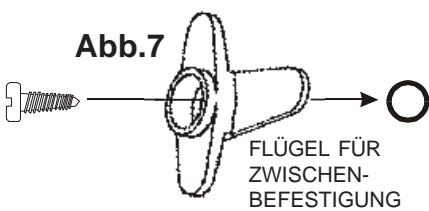

Abb.7
- Nach den Löchern für die Befestigungsschrauben evtl. Löcher für die Zwischenfixierung bohren (Abb.7).